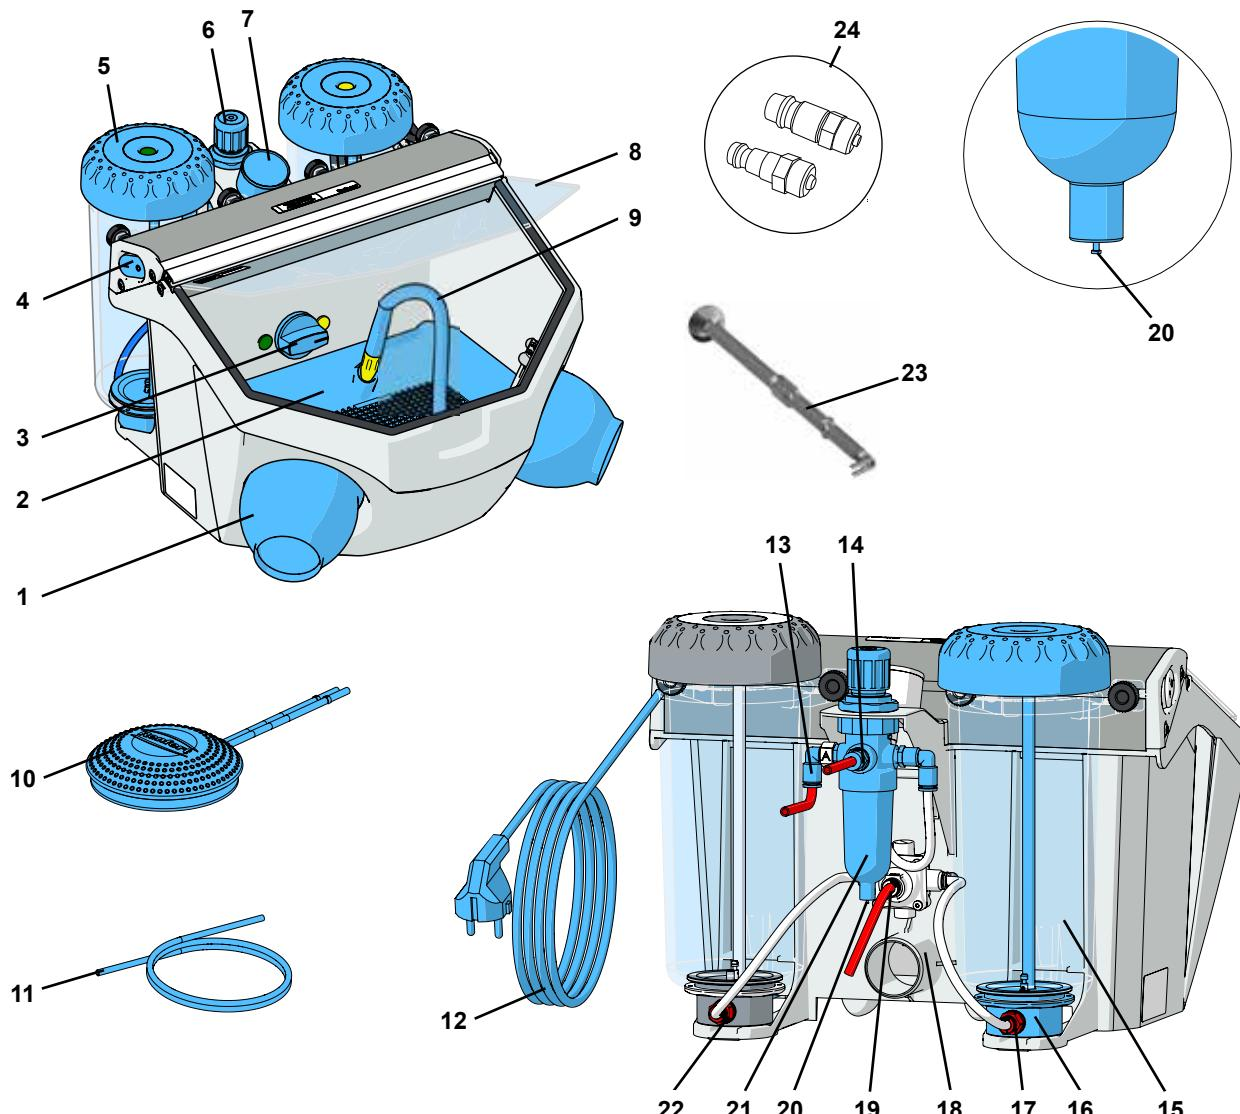

Fig. 1
- ⇒ Desenrollar el cable de la red (12, Fig. 1).